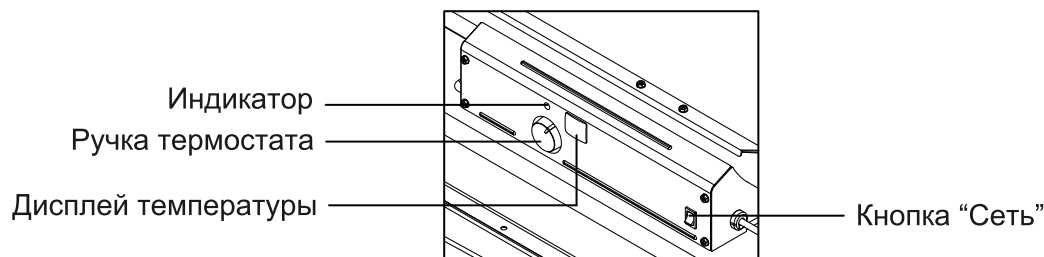

Рис. 6. Пуск нагревателя
5. Пламя в камере сгорания загорится примерно через 10 секунд после запуска вентилятора. Если нагреватель не запускается, установить ручкой термостата более высокую температуру пуска нагревателя, выключить кнопку «Сеть» (положение ВЫКЛ), затем снова включить ее (положение ВКЛ – Рис. 6). Если пуска не произошло, обратитесь к Разделу 12 «Порядок устранения неисправностей», Стр. 17.